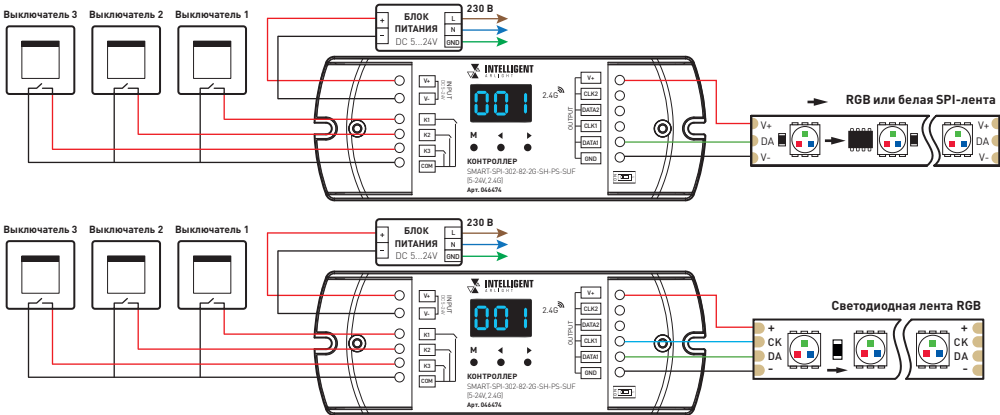

Рис. 1. Схема подключения контроллера SMART-SPI-302-82-2G-SH-PS-SUF
- 3.2. Подключите устройство согласно схеме на рис. 1. Если пиксельная лента SPI имеет один провод управления, выходы на клеммах DATA и CLK одинаковы, таким образом к контроллеру можно подключить до 4 светодиодных лент. Если пиксельная лента SPI имеет два провода управления, можно подключить до 2 светодиодных лент.